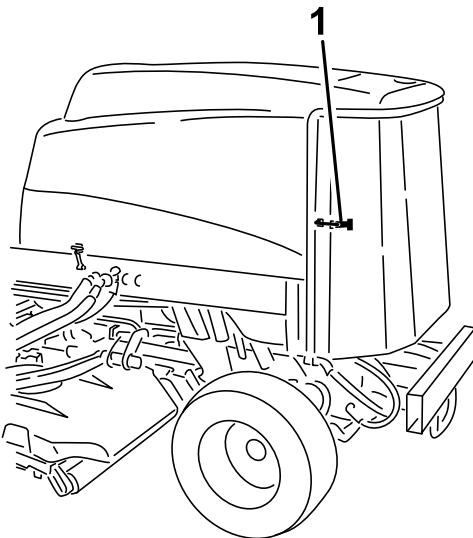

Рисунок 73
- Откройте защелку и откиньте заднюю решетку (Рисунок 73).